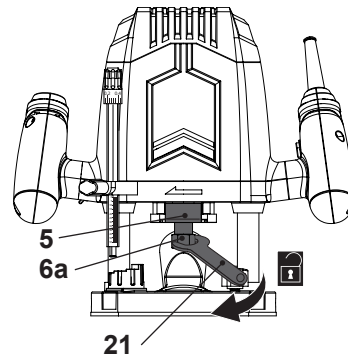

Fig. 3
- > Apriete la palanca de fijación de la profundidad (16).
- > Presione el bloqueo del husillo (5) y manténgalo en esta posición mientras suelta la tuerca de fijación (6a) con la llave (21) (Fig. 3).